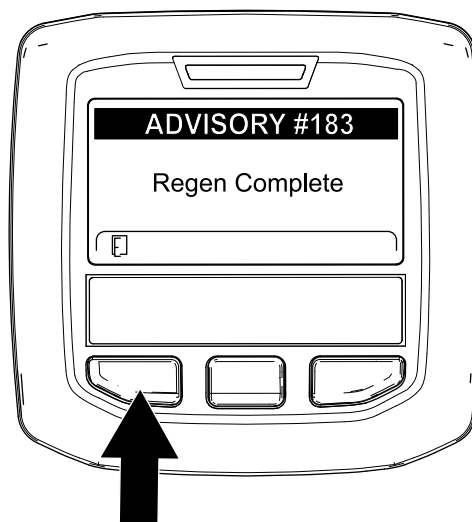

Bild 68
9. Wenn der Motorcomputer eine geparkte Regenerierung oder eine Wiederherstellung-Regenerierung abschließt, wird im InfoCenter ADVISORY #183 (Bild 68) angezeigt. Drücken Sie die linke Taste, um den Begrüßungsbildschirm anzuzeigen.